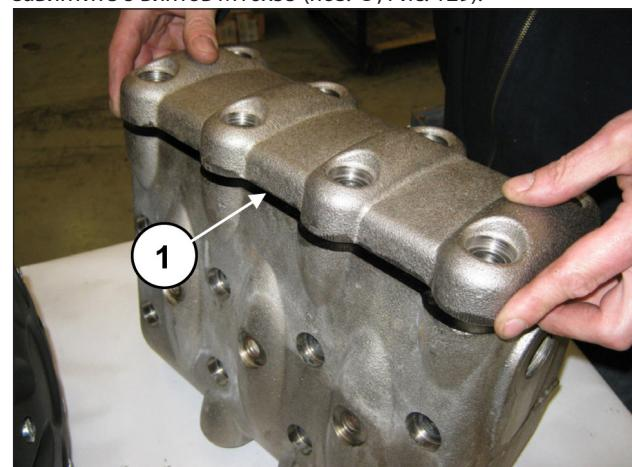
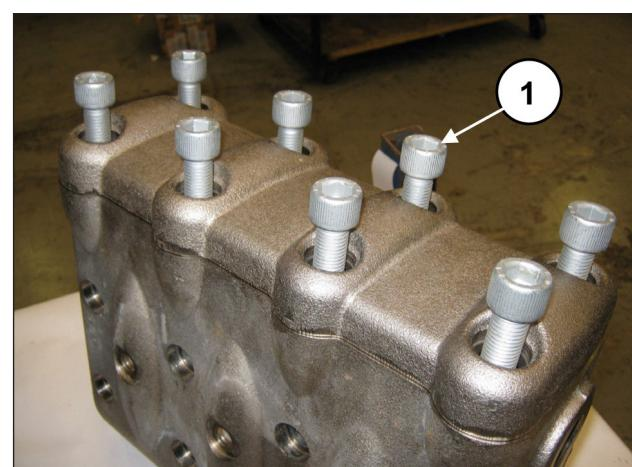

Рис. 128
Рис. 129
Вставьте пробку клапана вместе с уплотнительным кольцом круглого сечения и упорными кольцами. После завершения монтажа клапанных узлов и пробки клапана установите крышку клапанов (поз. ①, Рис. 128) и завинтите 8 винтов M16x55 (поз. ①, Рис. 129).